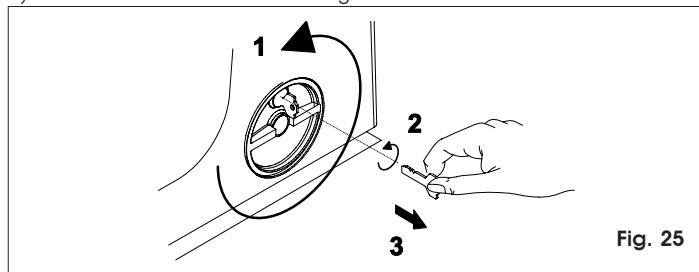

Fig. 25
- 1) Ruotare il sistema di sblocco in senso antiorario di circa 180°, come indicato in Fig.25.
- 2) Ruotare la chiave in senso antiorario ed estrarla dalla serratura, come indicato in Fig.25.